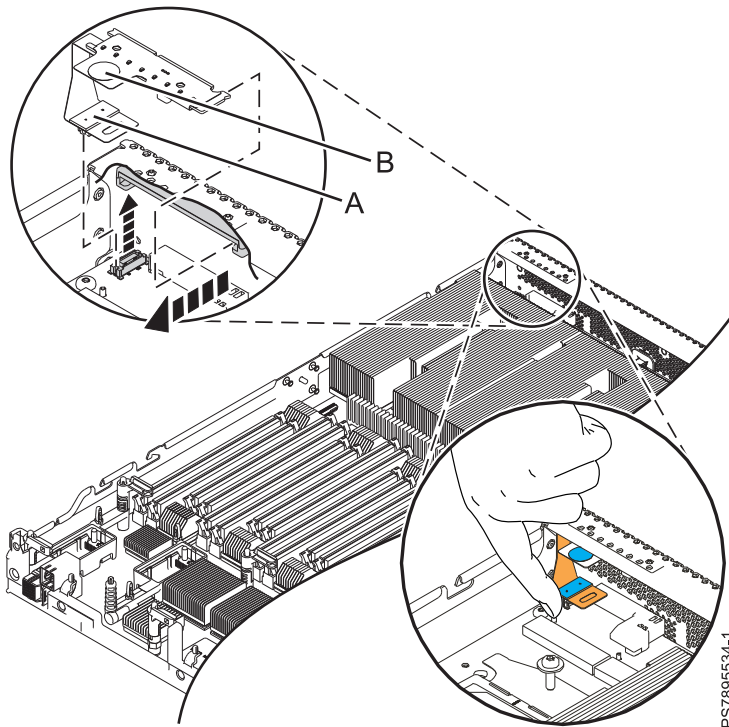

图 40. 卸下光通路诊断面板
要卸下光通路诊断面板 (如图 40 中所示), 请完成以下步骤。
6. 使电缆 **(A)** 与系统板断开连接。为获得最佳可操作性，使您自己面向计算节点的正面。用食指接触电缆连接的下方并拉起它（如第 76 页的图 40 中所示）。